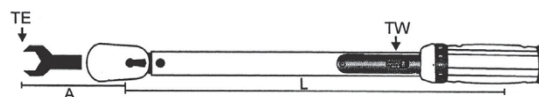

Fig. 4
- Atunci când se utilizează extensii sau adaptoare, valoarea cuplului se modifică. O extensie mărește lungimea efectivă a sculei. Noua performanță de cuplu a cheii dinamometrice poate fi calculată cu următoarea formulă: $TW=(TE \cdot L)/(L+A)$. (Fig. 4)